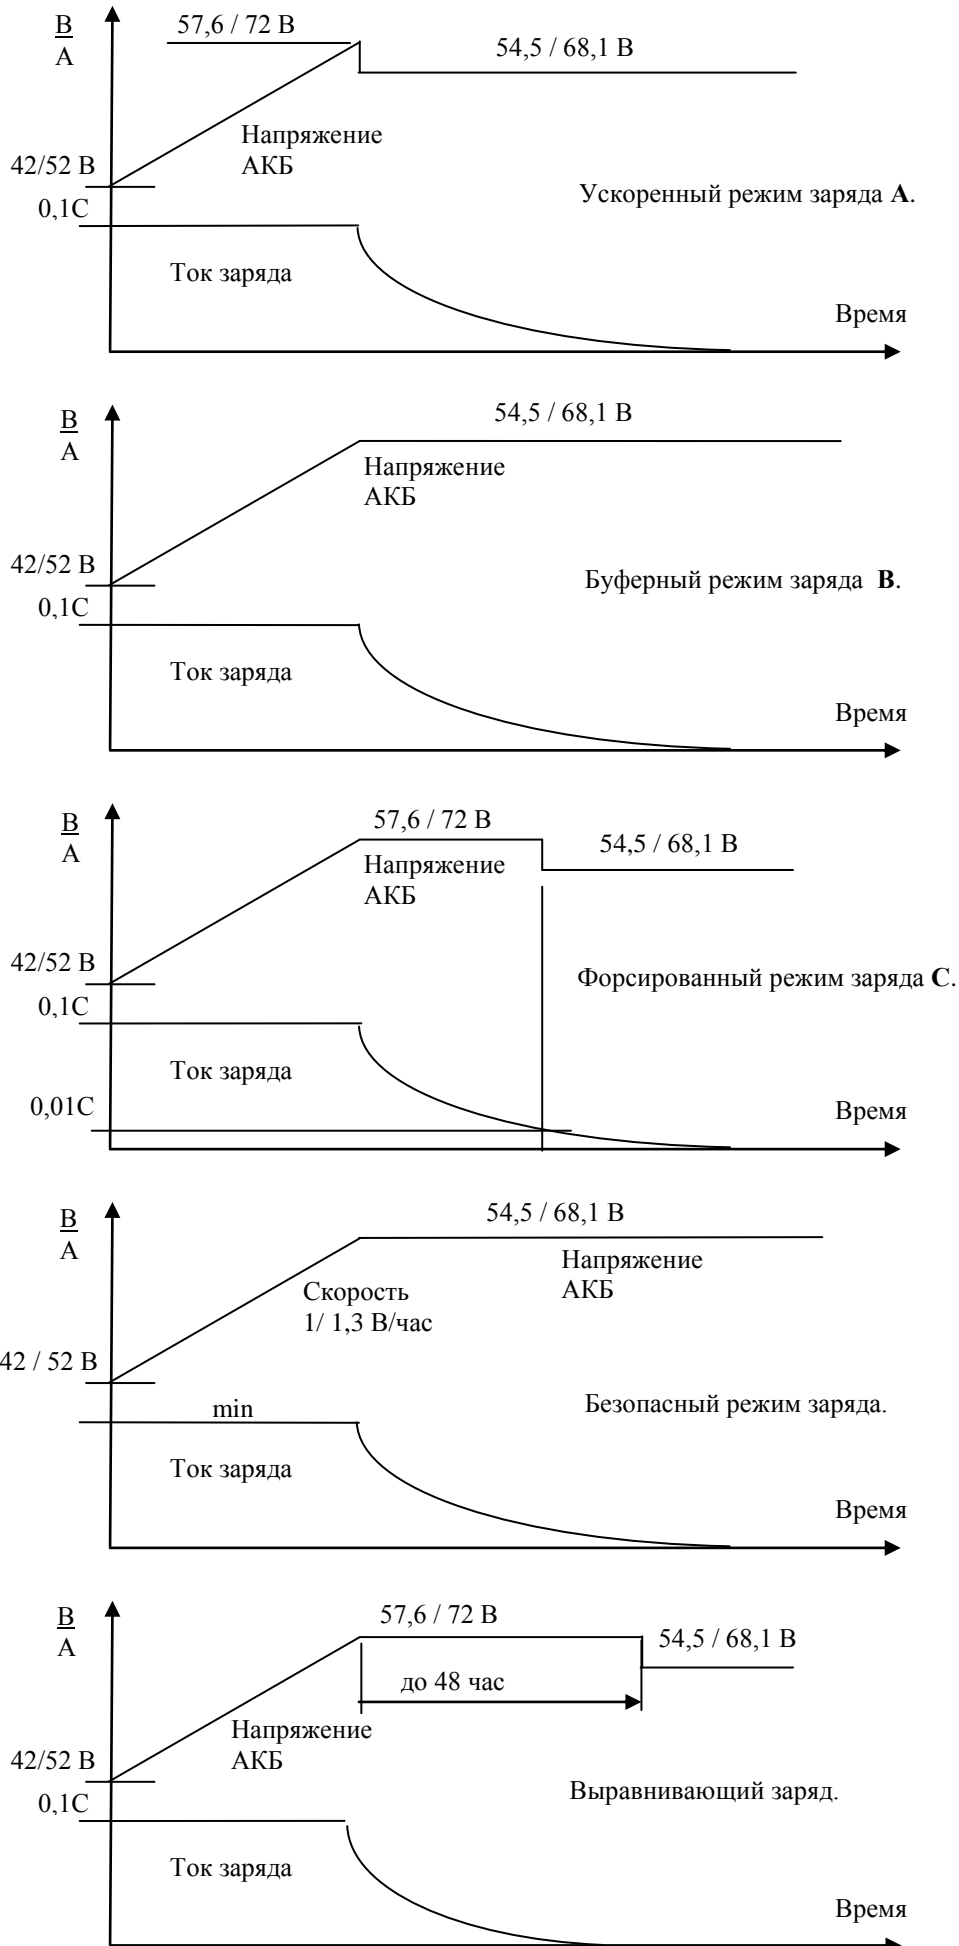

Рис. 4. Режимы заряда АБ.
1. При установленном модуле RC–01 контактор LVBD включен управляющим сигналом модуля. По включению сетевого питания выпрямители устанавливают выходное напряжение, равное напряжению АБ. Включается один из следующих режимов заряда (рис. 4):